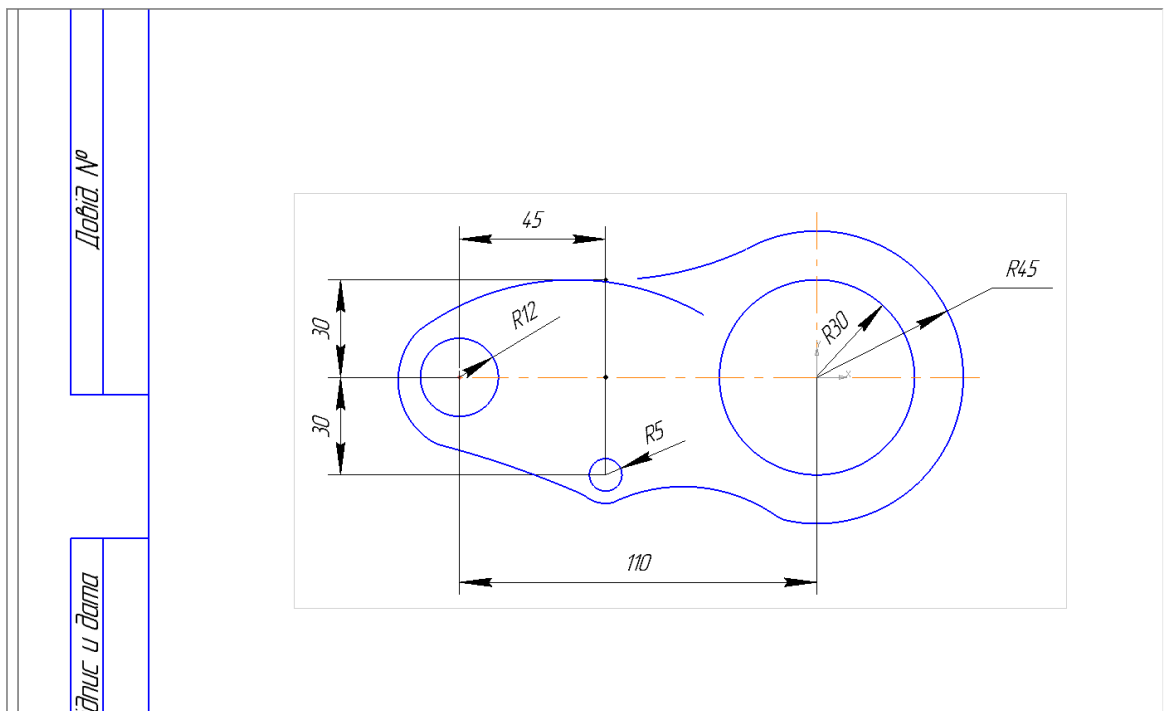

Рис. 4.12
11. Для побудованих кривих проводимо ті ж операції, що і на кроках 8. — 9.. (рис. 4.12).